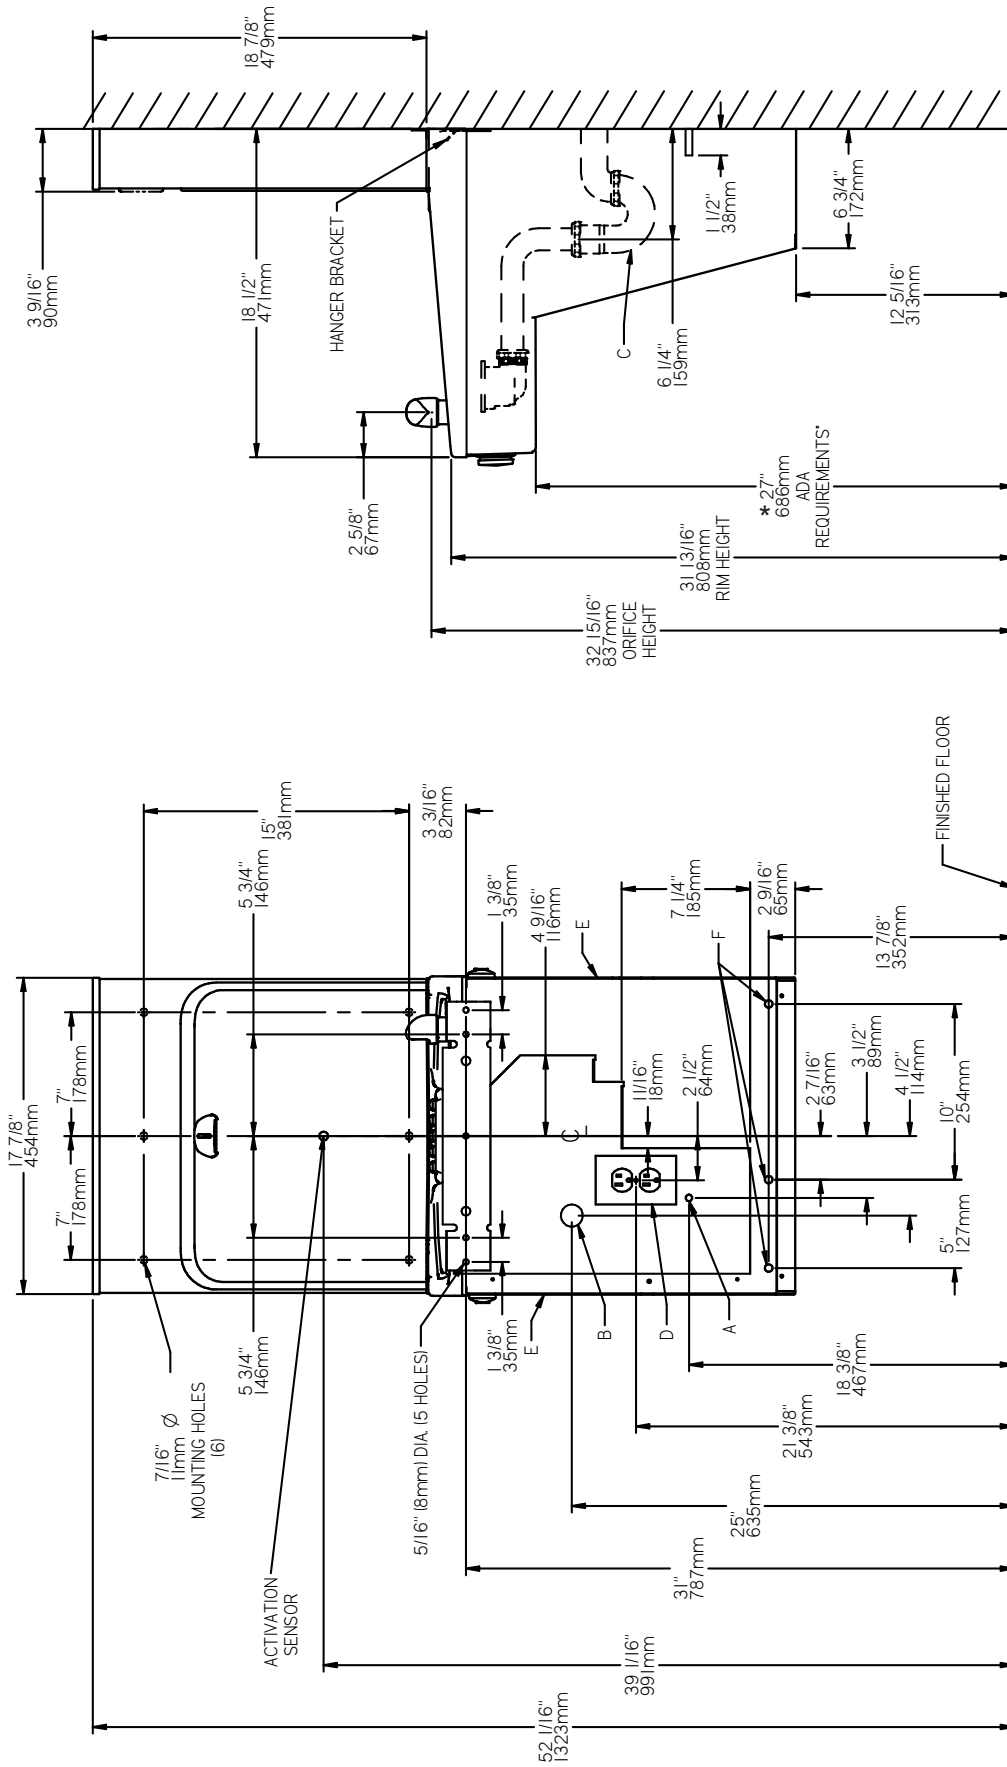

Fig. 2
- 1) Remove hanger bracket fastened to back of cooler by removing one (1) screw.
- 2) Mount the hanger bracket and trap as shown in Figure 2.
- Anchor hanger securely to wall using all five (5) 7/16" dia. mounting holes.
- 1) Quite el fijador de suspensión sujetos a la parte posterior del enfriador quitando un (1) tornillo.
- 2) Monte el fijador de suspensión y quite el purgador como se muestra en la Fig. 2.
- Ancle el suspensor de forma segura a la pared usando todos los cinco (5) agujeros de montaje de 7/16" de diámetro.
- 1) Retirez le support de suspension à l'arrière du refroidisseur en enlevant une (1) vis.
- 2) Installez le support et le siphon tel qu'indiqué à la fig. 2.
- Ancrez solidement le support au mur à l'aide des five (5) trous de fixation d'un diam. 7/16 po.